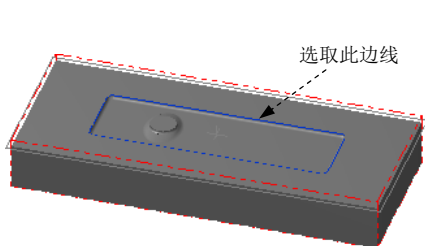
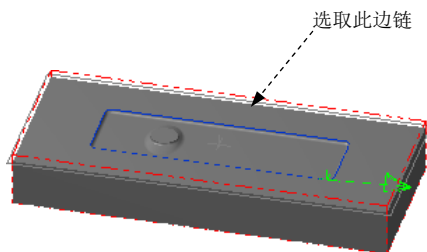

图 7.15 选取区域
图 7.16 定义加工区域
Step3. 选择下拉菜单 **刀具路径(T)** → **外形铣削... (C)...** 命令，系统弹出“串连选项”对话框。
Step4. 设置加工区域。在图形区中选取图 7.15 所示的边线，系统自动选取图 7.16 所示的边链。单击 按钮，完成加工区域的设置，同时系统弹出“2D 刀具路径-外形铣削”对话框。